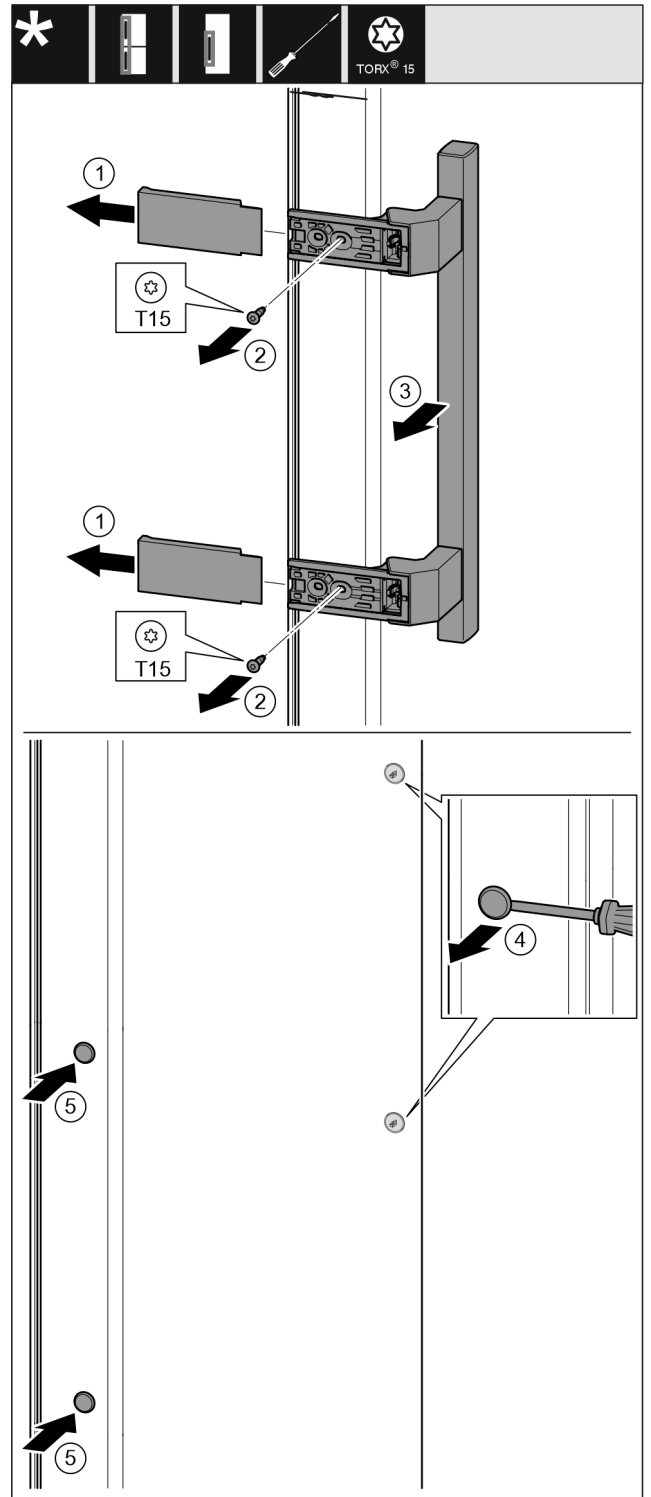

Fig. 14
- ▶ Abdeckung abziehen. Fig. 14 (1)
- ▶ Schrauben mit Schraubendreher Torx 15 herausdrehen. Fig. 14 (2)
- ▶ Griff abnehmen. Fig. 14 (3)
- ▶ Seitlichen Stopfen vorsichtig mit einem Schlitzschraubendreher anheben und herausziehen. Fig. 14 (4)
- ▶ Stopfen auf der anderen Seite wieder einsetzen. Fig. 14 (5)